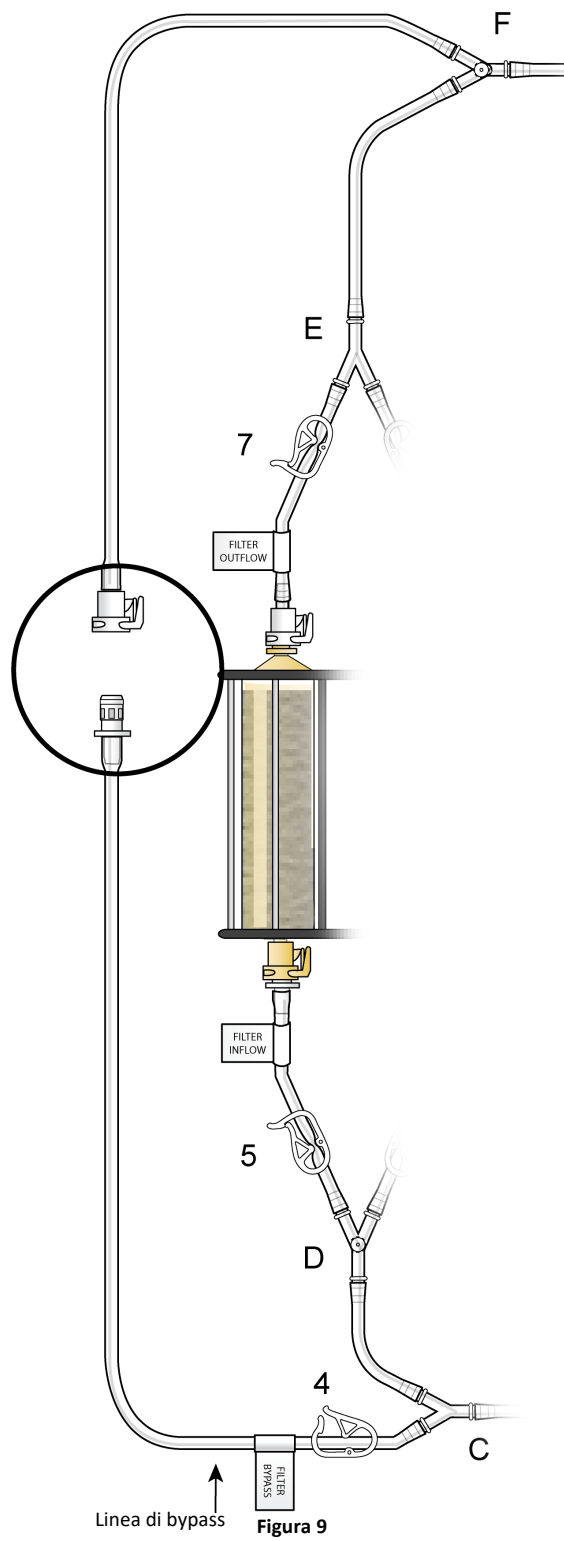

Figura 9
- (h) Unire tra loro le due estremità della linea di bypass accoppiando tra loro i connettori a innesto rapido (spingere fino a percepire un clic); vedere la Figura 9.